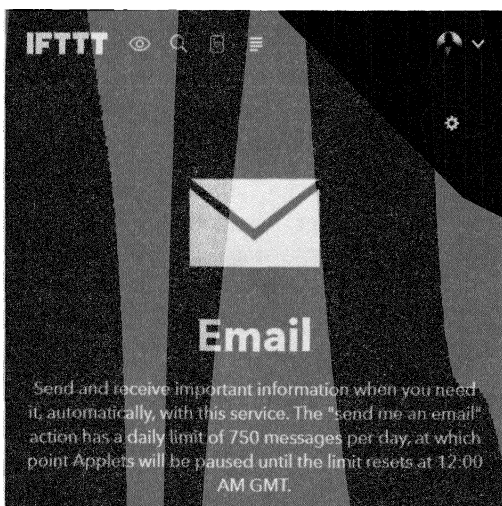
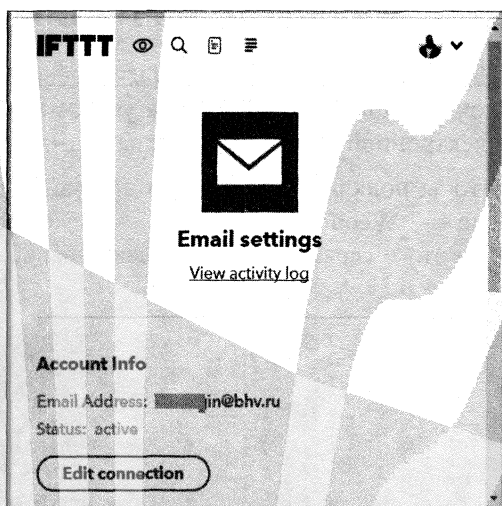

Рис. 7.5. Окно добавления сервиса **Email**
Рис. 7.6. Нажмите кнопку **Edit connection**
2. В открывшемся окне добавления сервиса **Email** (рис. 7.5) нажмите на значок шестеренки , в открывшемся окне настройки сервиса (рис. 7.6) — на кнопку **Edit connection** и в следующем окне (рис. 7.7) введите в соответствующее поле